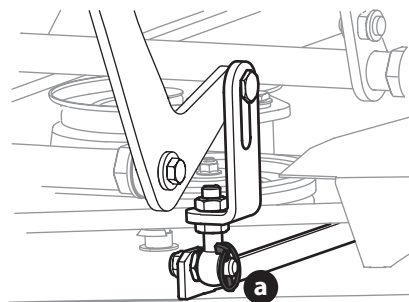

Figure 50
4. Retirez les quatre goupilles (a) qui fixent le plateau de coupe à l'ensemble de levage du plateau de coupe (Figure 50).